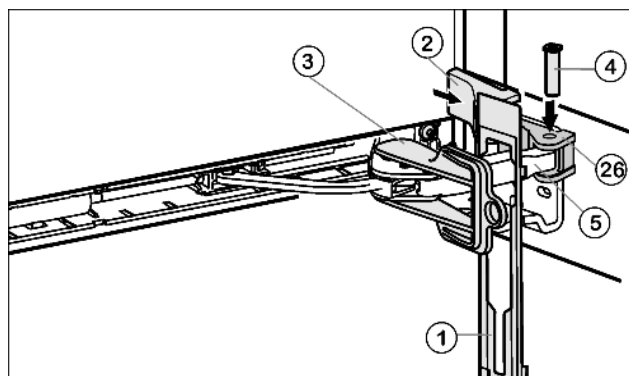

Fig. 13
- ▶ Krytku Fig. 13 (1) zavěste na trřmenu tlumiče tak, že zajišťovací háčky ukazují dopředu a přední strana ke spotřebiči.
- ▶ Trřmen tlumiče Fig. 13 (5) přitáhněte k ložiskovému dílu Fig. 13 (26) a čep Fig. 13 (4) zase vložte shora tak, aby čtyřhran seděl v prohlubni.
- ▶ Kryt Fig. 13 (2) nasadte a zaklesněte.
- ▶ Pojistku Fig. 13 (3) vytáhněte otočením.
- ▶ Krytku Fig. 13 (1) zatlačte do dveří.